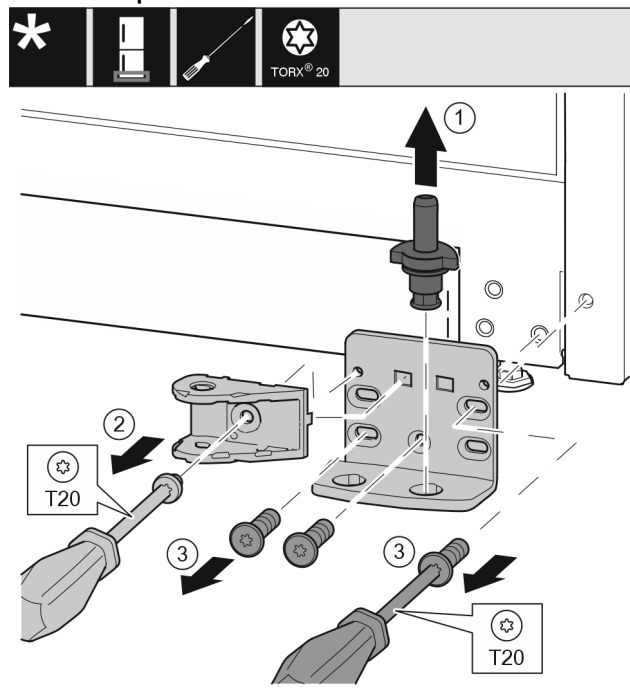

Fig. 34 *
- ▶ Extrageţi complet bolţul de lagăr în sus. Fig. 34 (1)*
- ▶ Extrageţi prin rotire şuruburile cu şurubelniţa T20 şi detaşaţi îmbinarea amortizorului de închidere. Fig. 34 (2)
- ▶ Extrageţi prin rotire şi detaşaţi şuruburile cu şurubelniţa T20. Fig. 34 (3)*